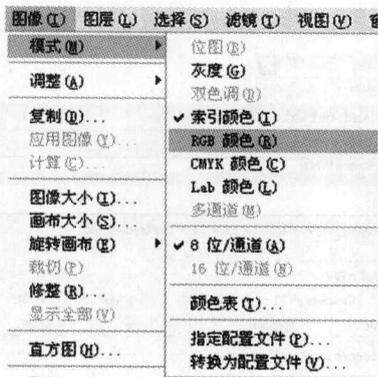
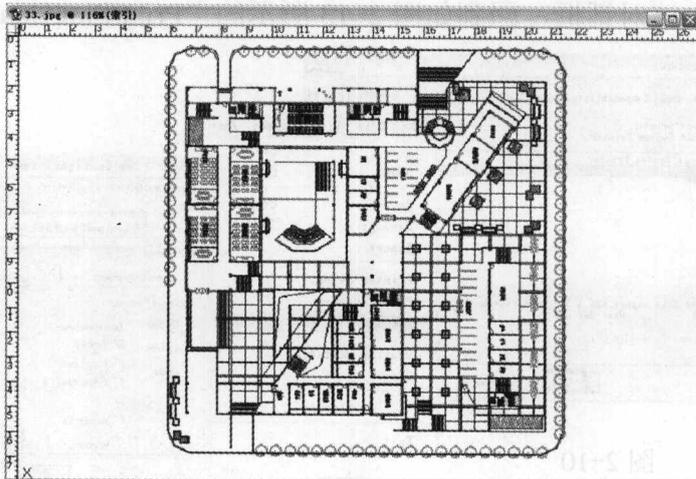

图 2-16
图 2-17
(13) 选择【图像】(Image) 菜单下的【模式】(Mode) 菜单中的“RGB 颜色”项，将颜色模式转换为“RGB”模式，如图 2-16 所示。然后使用快捷键“Ctrl+I”将颜色反转，反转后的效果如图 2-17 所示。